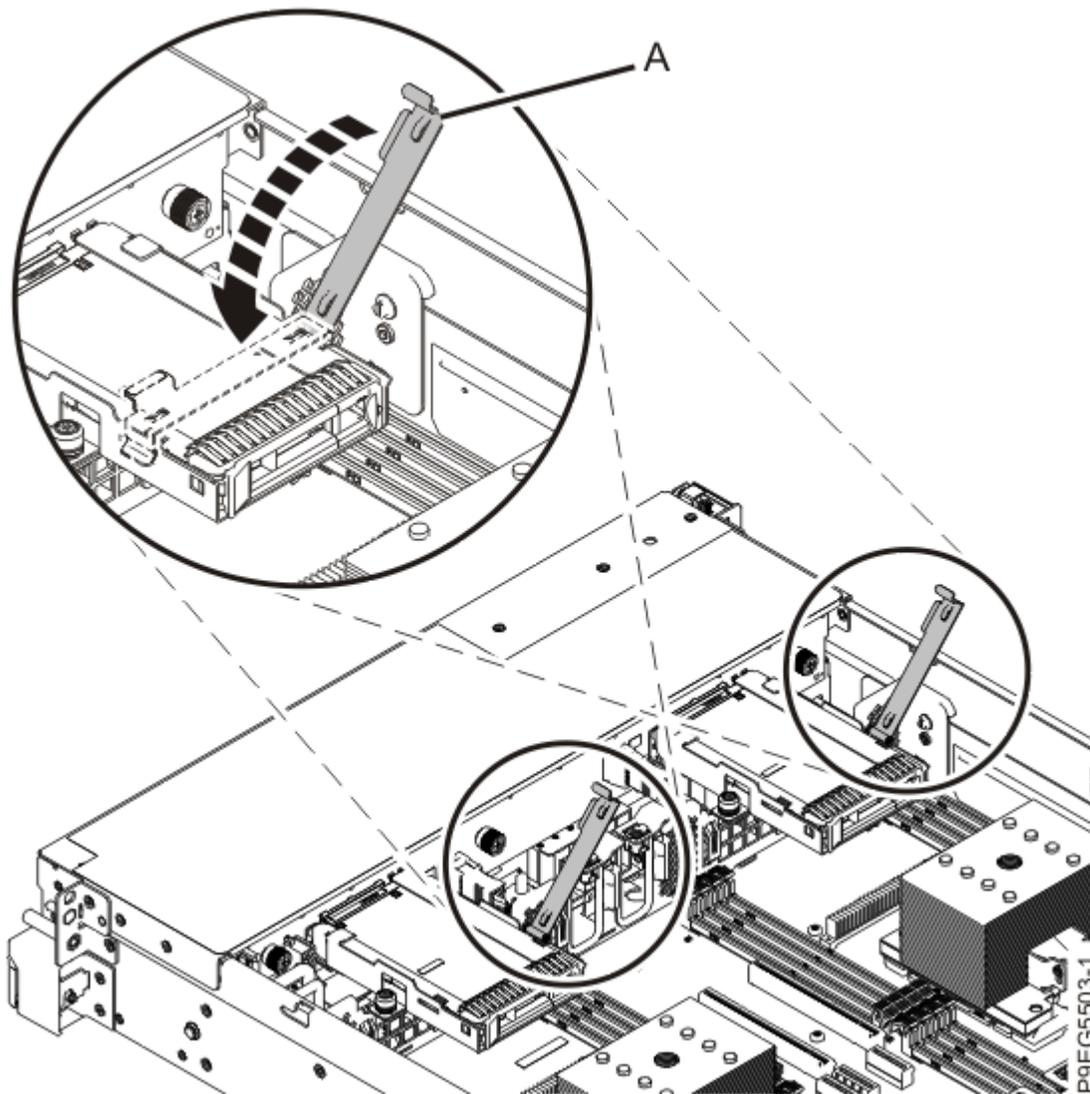

Figure 24. Fermeture du support d'unité
e) Fermez le support d'unité (**A**) sur l'unité, comme illustré dans la Figure 24, à la page 26.